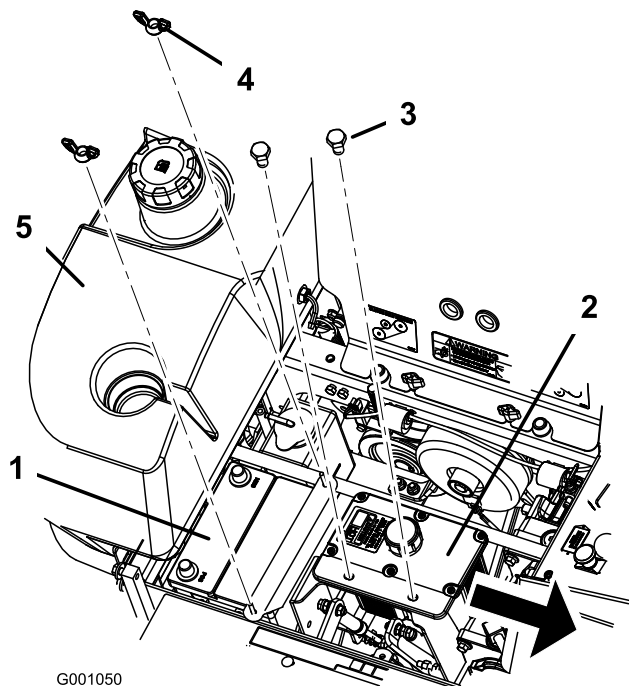

Bild 46
6. Entfernen Sie beide Flügelmuttern (1/4 Zoll), mit denen die Batterieschelle befestigt ist (Bild 46).
7. Entfernen Sie die beiden Schrauben, mit denen der Hydraulikbehälter befestigt ist (Bild 46).
1. Legen Sie die Batterie in den Ständer, sodass die Klemmen auf der anderen Seite des Hydraulikbehälters sind (Bild 46).
6. Befestigen Sie die Batterie mit J-Schrauben, einer Halteschelle, 2 Scheiben (1/4 Zoll) und 2 Flügelmuttern (1/4 Zoll) (Bild 46).